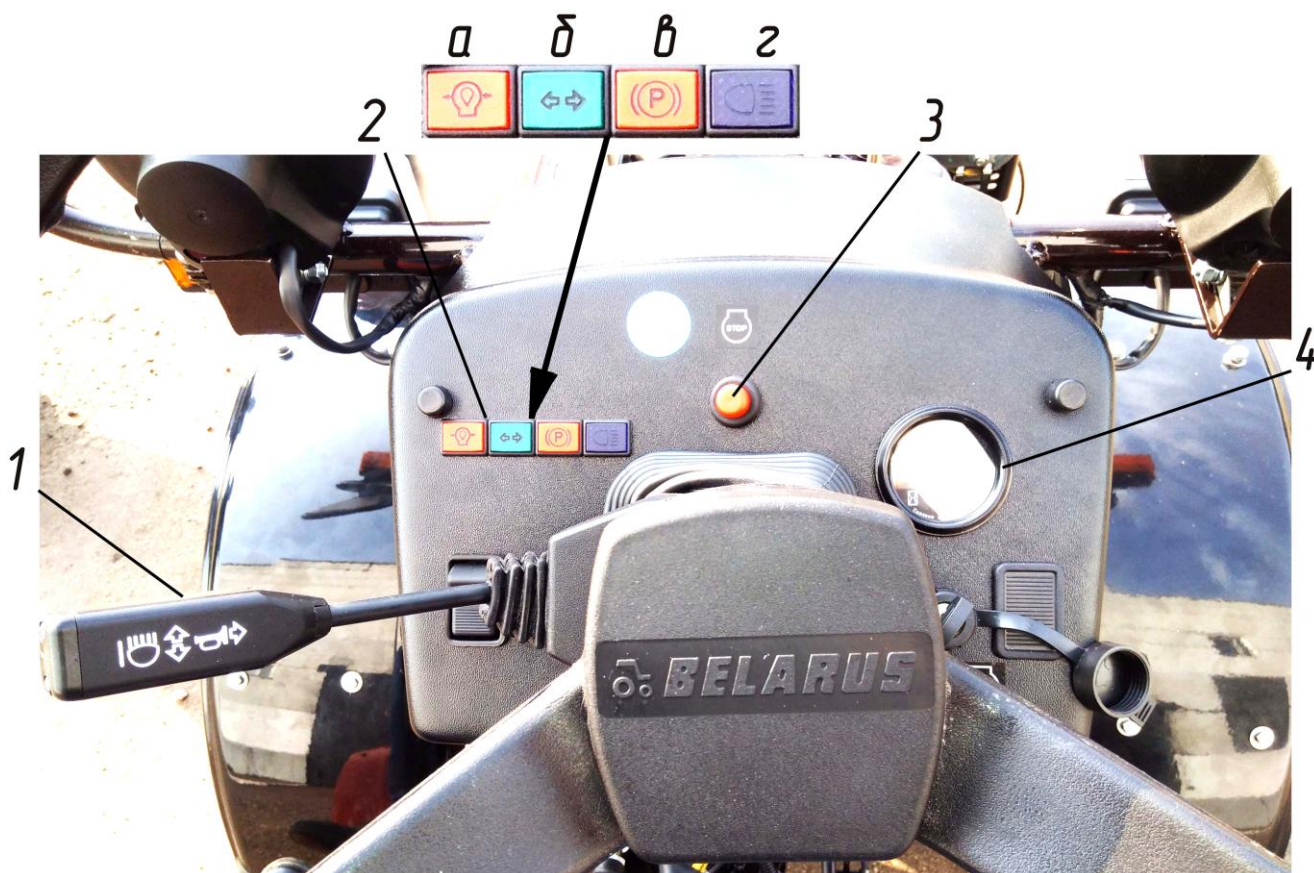
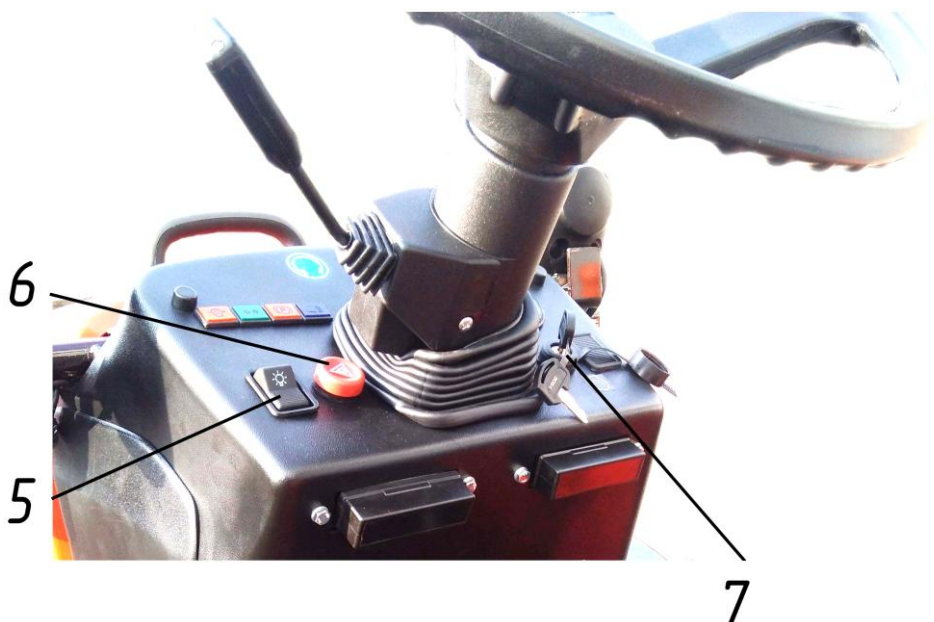

Рисунок 2.2.1 – Выключатели и переключатели щитка приборов
Рисунок 2.2.2 – Выключатели и переключатели щитка приборов
Подрулевой переключатель 1 (рисунок 2.2.1) обеспечивает включение указателей поворота, переключение света фар (ближний-дальний), сигнализацию дальним светом, звуковой сигнал:
В щитке приборов мини-трактора установлен блок контрольных ламп 2 (рисунок 2.2.1).
Принцип работы контрольных ламп (рисунок 2.2.1) следующий:
- индикаторы включения указателей поворотов мини-трактора (б) работают в мигающем режиме при включении подрулевым переключателем 1 (рисунок 2.2.1) сигнала правого или левого поворота, или при включении выключателя аварийной сигнализации 6 (рисунок 2.2.2);
При нажатии на кнопку остановки двигателя 3 (рисунок 2.2.1) двигатель прекращает работу.
Счетчик суммарного времени работы двигателя 4 (рисунок 2.2.1) предназначен для регистрации времени работы двигателя мини-трактора.
Центральный переключатель света 5 (рисунок 2.2.2), имеет три положения:
При нажатии на кнопку выключателя аварийной световой сигнализации 6 (рисунок 2.2.2) включается аварийная световая сигнализация. Встроенная в кнопку контрольная лампа мигает одновременно с мигающим светом сигнализации. При повторном нажатии на кнопку 6 аварийная сигнализация отключается.
Выключатель стартера и приборов 7 (рисунок 2.2.2) имеет четыре положения: